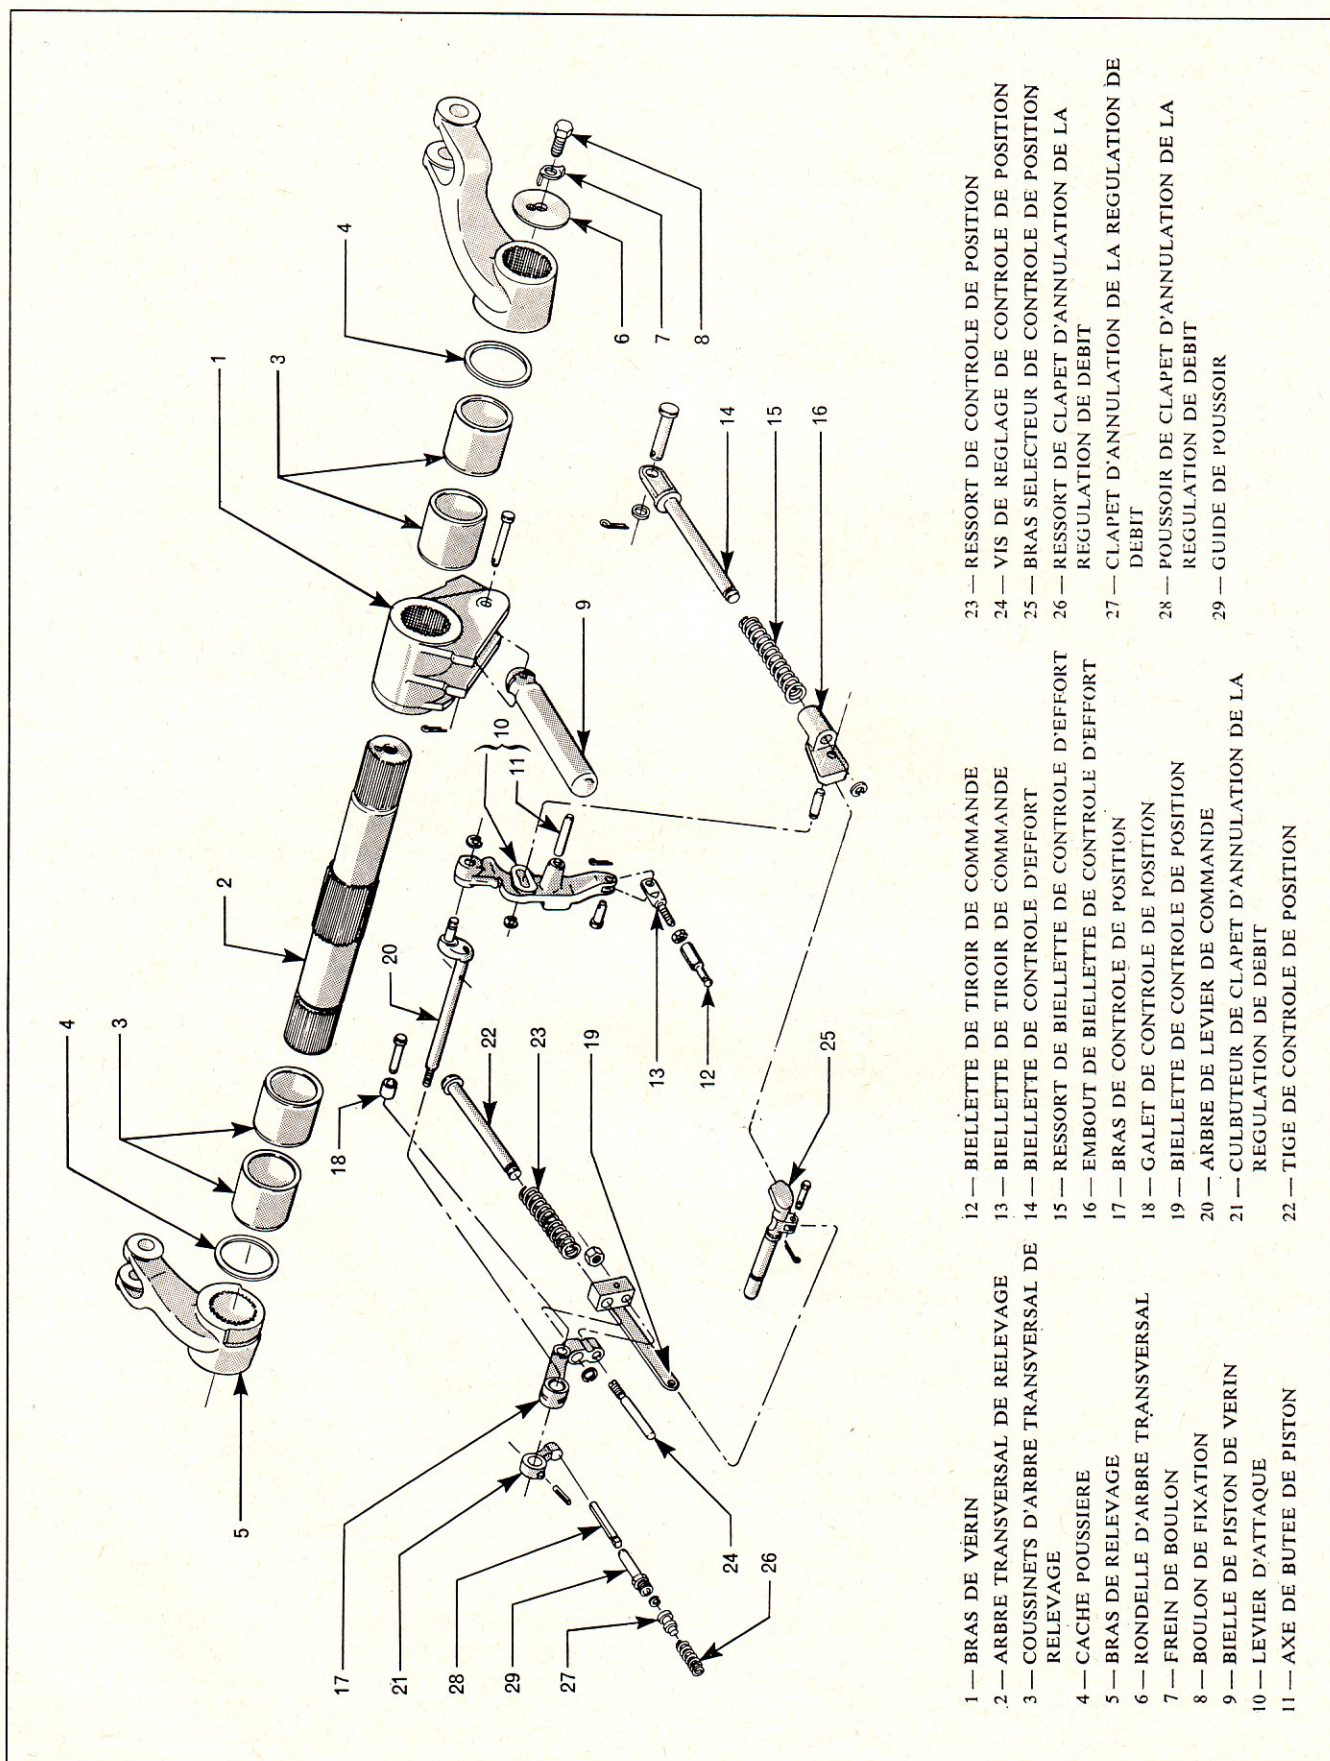

Figure 75: Timonerie hydraulique intérieure
La Figure 75 représente une vue éclatée du couvercle de relevage.
5. Extraire l'axe, la rondelle et la goupille fendue fixant la biellette de contrôle d'effort à la tige du ressort principal du contrôle d'effort (Figure 75). Extraire le frein élastique fixant l'extrémité opposée de la biellette de contrôle d'effort sur le levier d'attaque, et enlever l'ensemble.